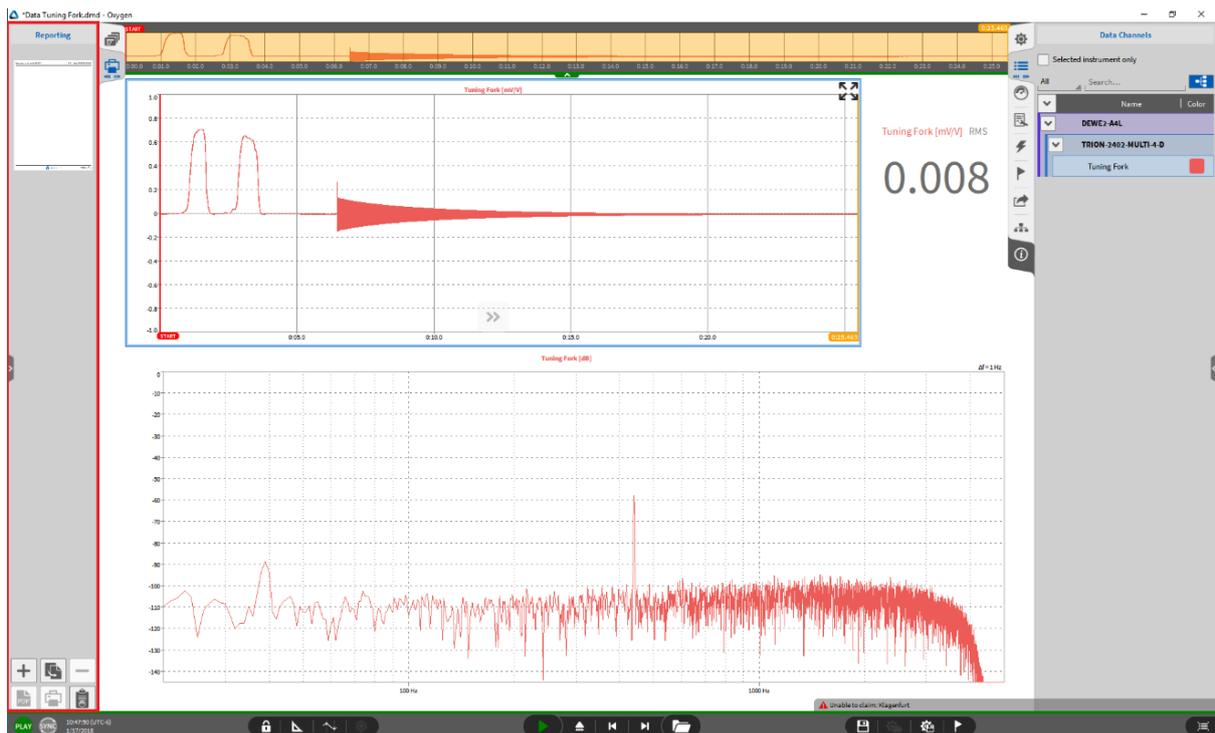

Abb. 14.3: Öffnen der kleinen Ansicht des Berichterstellungs-Menüs
- Open the small-view of the Report menu (see Abb. 14.3):